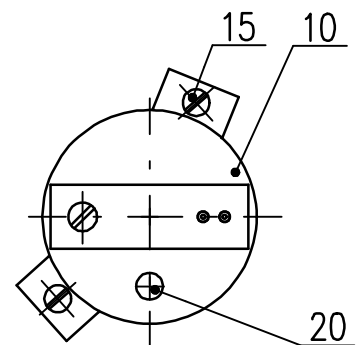

Рис.6
4.5 Настройка емкостного датчика (рис.6)